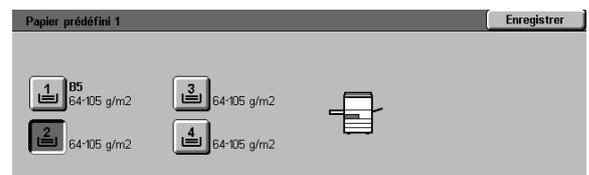

Figure 44 : Ecran Papier prédéfini
- A partir de l'écran Taux de R/A prédéfini (figure 44), appuyez sur la touche correspondant au taux de réduction ou d'agrandissement voulu.